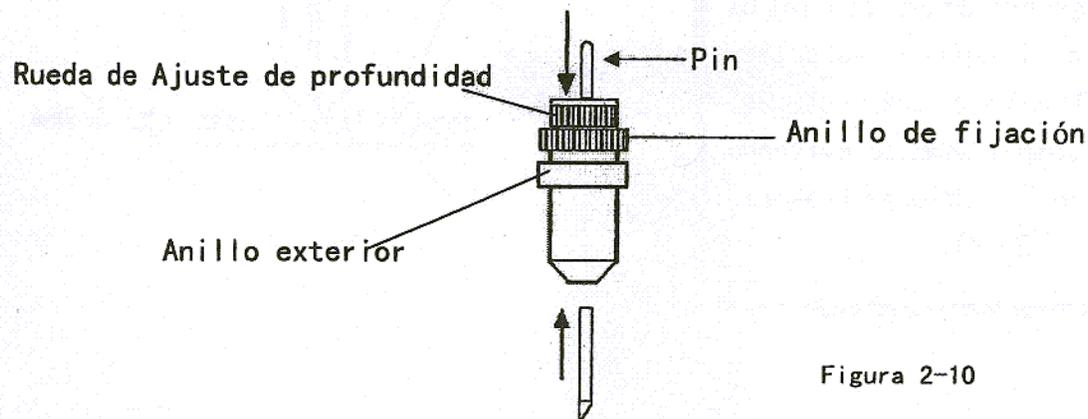

Figura 2-10
La Figura 2-10 es una ilustración del portacuchillas. Inserte una cuchilla por el extremo inferior y extraícala pulsando el Pin. Asegúrese de mantener los dedos fuera del alcance del filo de la cuchilla.
Paso 6 Afloje la parte inferior del portacuchillas y retire la cuchilla cuando ésta necesite ser reemplazada. Vea la Figura 2-10 como referencia.